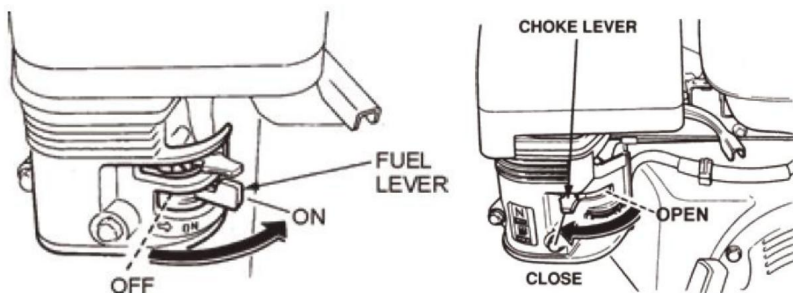

FIG.6 FIG.7
9.1 Posizionare la leva della valvola del carburante del motore (FIG. 6) in posizione "ON".